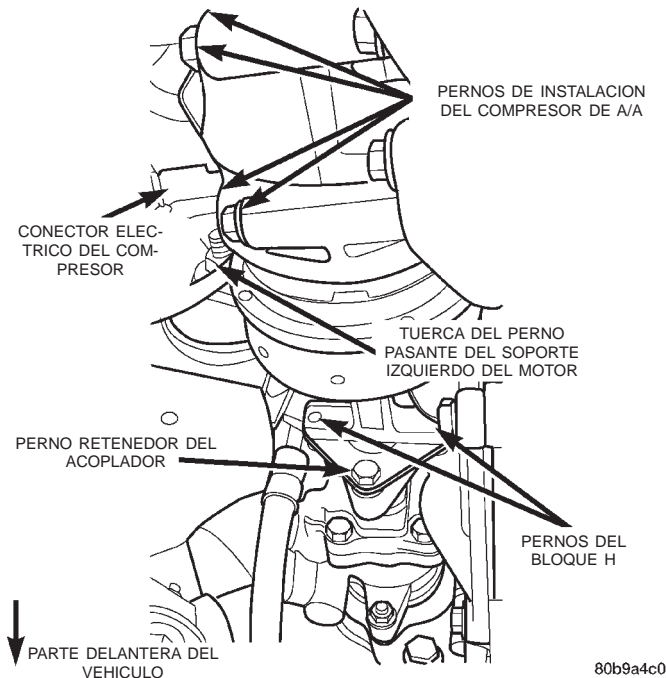

Fig. 9 Posición y orientación del compresor de A/A
(7) Retire la tuerca del perno pasante del soporte izquierdo del motor únicamente (Fig. 9). No retire el perno por el momento.
(9) Retire los (2) pernos de retención del bloque H del lado de la bomba de la dirección asistida del bloque (Fig. 9).
(10) Soporte el compresor de A/A con alambre de mecánico antes de continuar con el paso siguiente.
(11) Retire los (4) pernos de retención del compresor de A/A (Fig. 9).
(12) Retire los (2) pernos restantes del bloque H y desmonte el bloque H del compresor.
(13) Emplace un gato fijo y eleve el peso para retirarlo del soporte izquierdo del motor.
(14) Retire del bloque del motor los (4) pernos de la ménsula de soporte del motor.